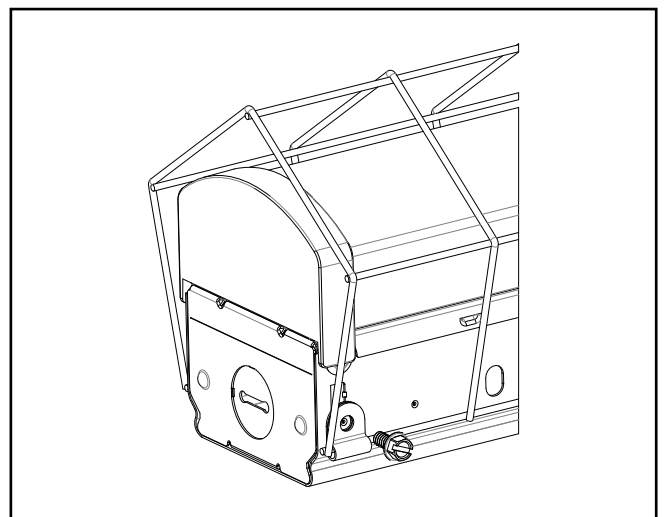

Figura 2
9. Coloque el protector de cables en el accesorio y alinee los ganchos con los hoyuelos del canal, luego introduzca los tornillos autopercutorados incluidos en las concavidades del canal para asegurar el protector de cables (Figura 2)